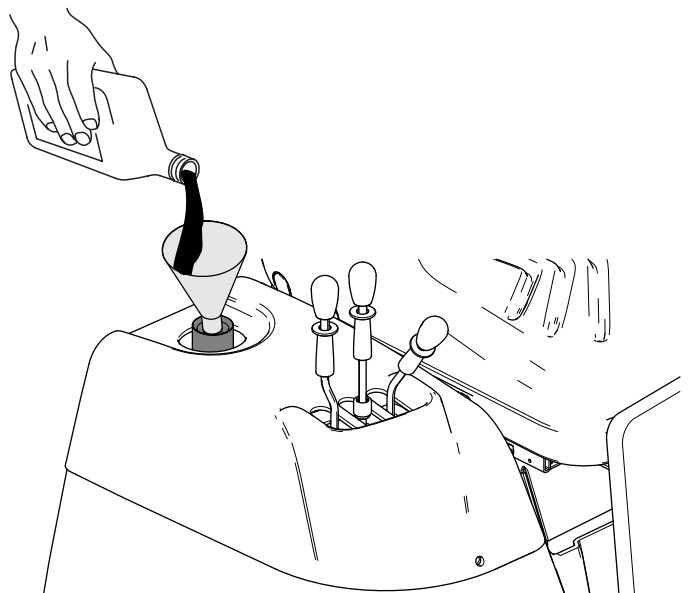

Bild 100
7. Wenn der Ölstand unter der unteren Markierung am Peilstab liegt, füllen Sie die angegebene Hydraulikölsorte in den Einfüllstutzen (**Bild 100**),